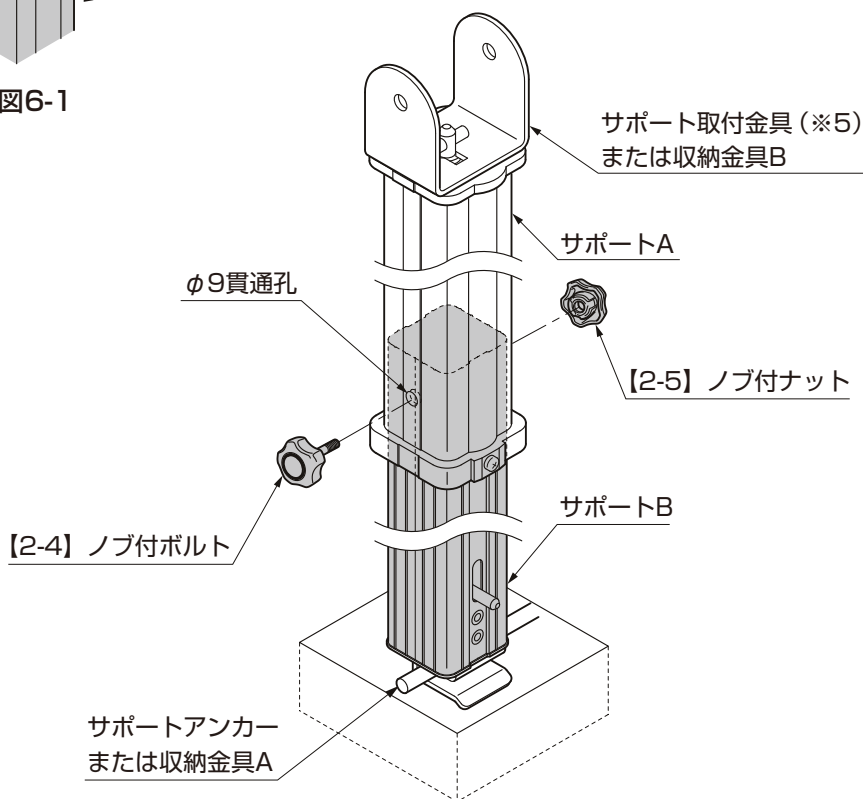

図6-3
- ③サポートに【2-4】を差し込み、【2-5】でしっかりと固定してください。(図6-3参照)